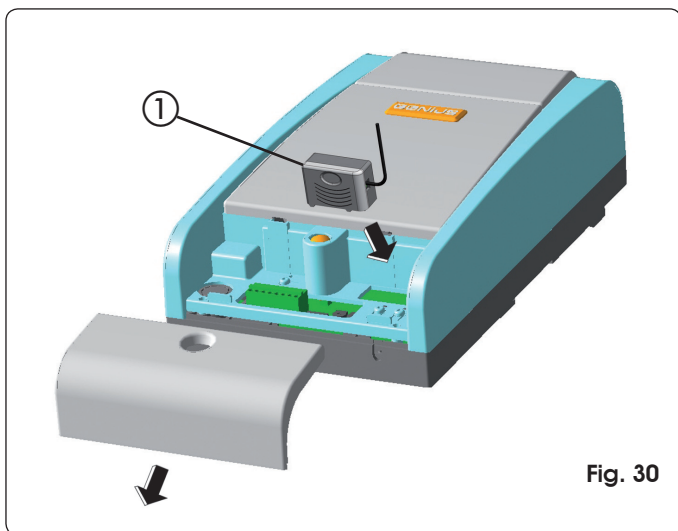

Fig. 30
L'apparecchiatura elettronica è provvista di un sistema di decodifica bi-canale integrato. Questo sistema permette di memorizzare, tramite un modulo ricevente aggiuntivo (Fig. 30 rif. ①) e radiocomandi della stessa frequenza, sia l'apertura totale (OPEN A) sia l'apertura parziale (OPEN B) dell'automazione.